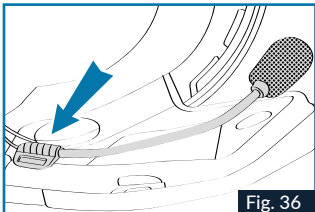

Fig. 36
5. Platzieren Sie das Mikrophon und befestigen Sie es mithilfe des mitgelieferten Klettverschlusses am Styropor des linken Wangenpolsters (Abb.36).